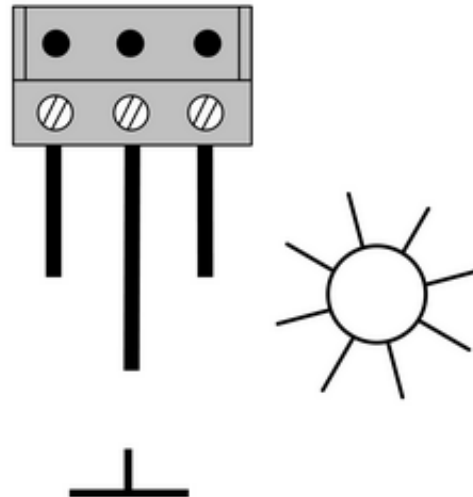

Bild 3: Anschluss an Klemmenblock
- Sensorik nach Anschlussbild (Bild 3) anschließen. Beim Sonnensensor ist die "Masse" gekennzeichnet. Bei der Verlängerungsleitung ist die "Sonne" gekennzeichnet. Die "Masse" ist die mittlere Leitung.